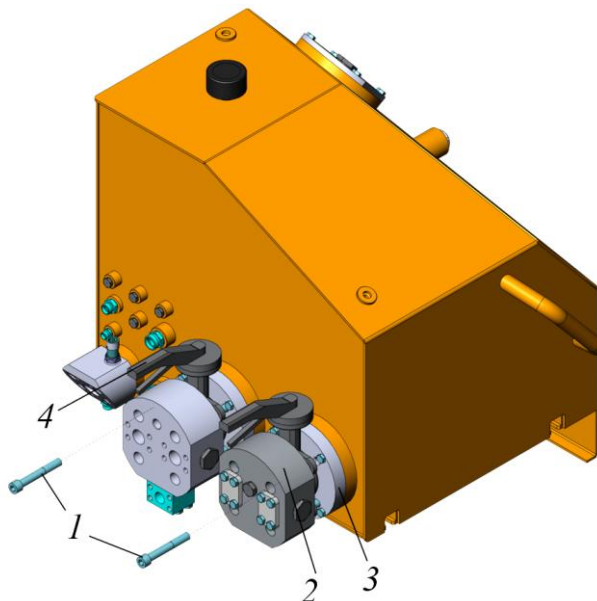

Рисунок 5.57. Процедура сборки затвора на баке
- ▶ Используя винты 1 закрепить затворы 4 (не затягивать) между фланцев 2 и 3, рис. 5.57.
В момент затягивания винтов 1 не закрывать затворы 4, так как это может привести к пережатию седлового уплотнения с последующим заклиниванием диска и потерей герметичности, рис. 5.57.
- Затяжку винтов 1 производить равномерно крест-накрест до соприкосновения поверхности фланцев 2 и 3 с корпусом затвора 4 по всей его окружности, рис. 5.57. Финальный момента затяжки винтов поз. 1 - 156-215 Н*м.